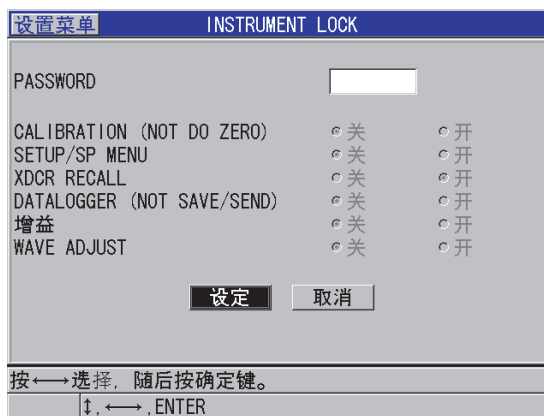

图 8-9 仪器锁定屏幕
3. 在**仪器锁定**屏幕中 (参见第 133 页的图 8-9):